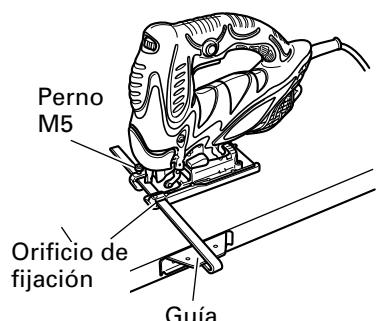

Fig. 12
- Fije la guía haciéndola pasar a través del orificio de fijación de la base y apriete el perno M5. (Fig. 12)